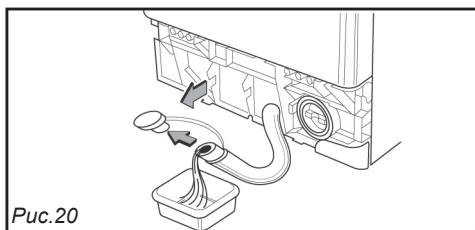

Рис.20
- Если машина оборудована сливным шлангом, снимите его, отсоединив пробку от основания (Рис. 20).
- Вытащите пробку из шланга и выпустите воду в емкость (Рис. 20).